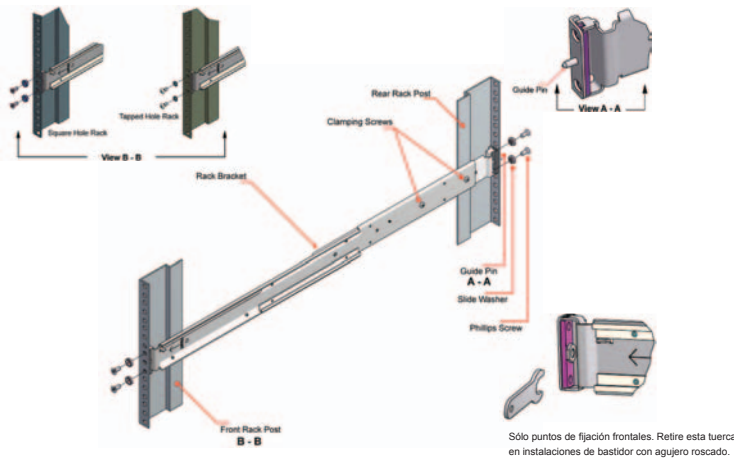

Figura 3: Fijación de las abrazaderas al bastidor - Se muestra el montaje en lado izquierdo
4. Monte las abrazaderas del bastidor en los postes del bastidor de la siguiente forma (*consulte la Figura 3*). Las abrazaderas son universales y se pueden colocar en cualquier lado.